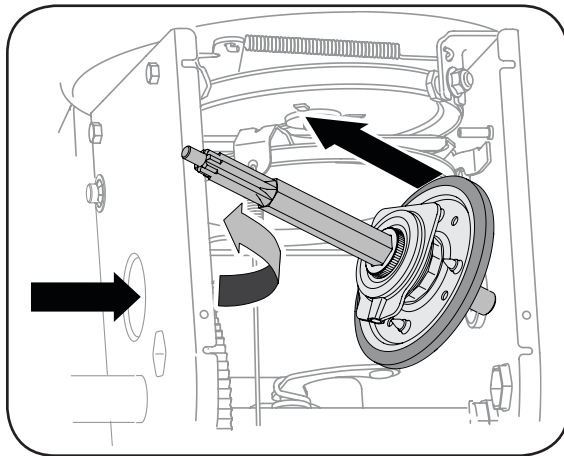

Figure 6-12
5. Abaissez doucement l'arbre hexagonal vers la gauche avant de faire glisser la roue de frottement de l'arbre. Voir la Figure 6-12.